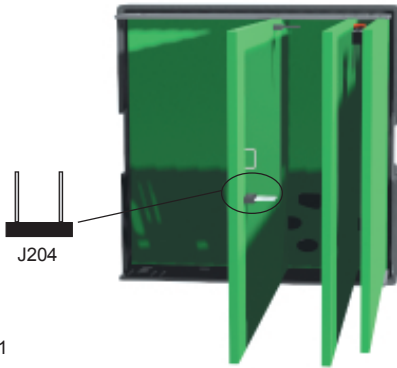

Abb. 21
- Je nach gewünschter Funktion müssen die Kodierstecker J 204 und J 205 (siehe Abb. 21) gemäß folgender Tabelle gesetzt werden.